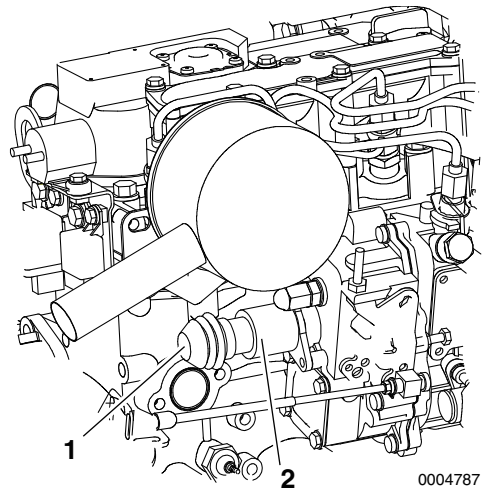

Figura 4
Se o motor não puder ser desligado pelo interruptor de paragem no painel, pare o motor premindo o botão **(Figura 4, (1))** na traseira do solenóide de paragem **(Figura 4, (2))**.